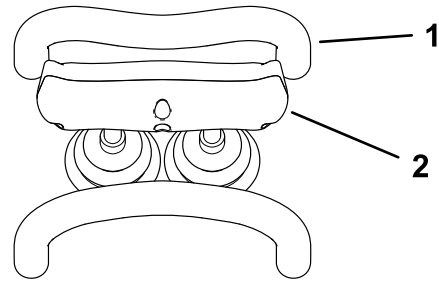

Figure 7
- Pour arrêter la machine, relâchez la commande de déplacement (Figure 7).